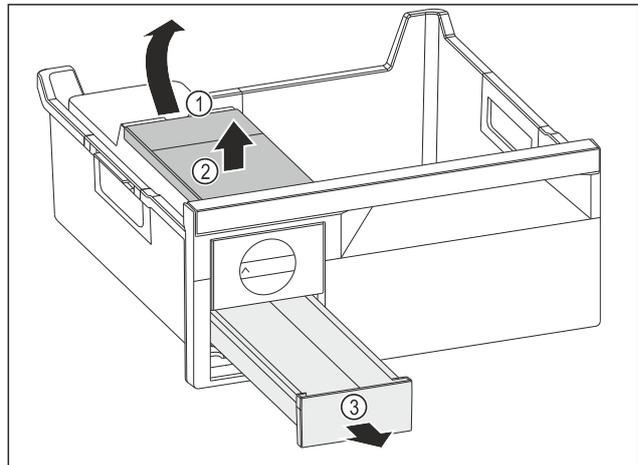

Fig. 95
- ▶ Wassertank entnehmen: Wassertank an der Aussparung Fig. 95 (1) anheben.
- ▶ Wassertank Fig. 95 (2) nach oben entnehmen.
- ▶ Eiswürfelschubfach Fig. 95 (3) nach vorne entnehmen.